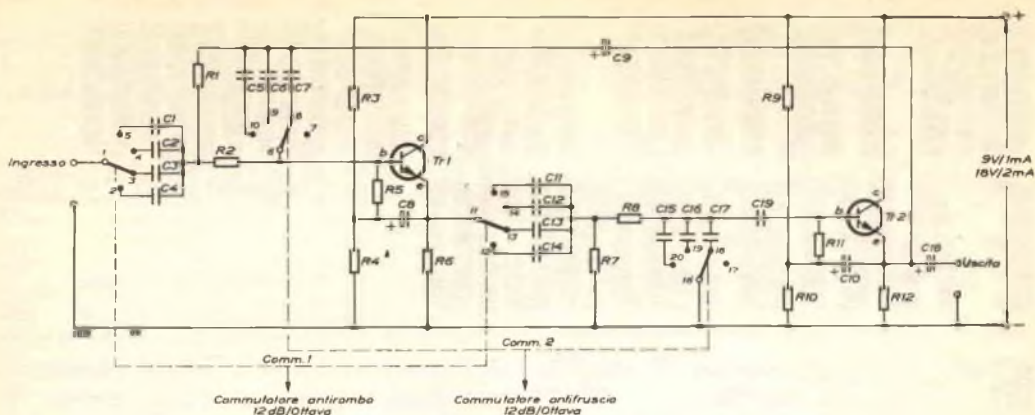
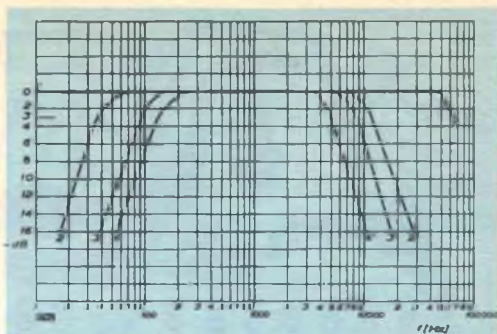

Fig. 1 - Schema elettrico del filtro antifruscio/antirombo.
Fig. 2 - Curve caratteristiche di risposta del filtro. A sinistra, sono indicate le curve di attenuazione antirombo; a destra quelle antifruscio.
Fig. 1 - Il circuito accoppiatore multiplo è stato progettato per fornire a più registratori segnali indipendenti con una sola sorgente di segnale. Un guasto in uno degli stadi non ha effetto sugli altri.
**Il circuito** - Come si vede nella fig. 1, l'accoppiatore audio multiplo è composto da uno stadio d'entrata con un solo FET e da tre (o più) stadi d'uscita con FET distinti, funzionanti come ripetitori d'emettitore. Quindi, non solo le linee d'uscita sono isolate tra loro, ma sono isolate tra loro anche l'entrata e le uscite.
Il modello 408 PC, condensatore di compensazione per montaggio orizzontale (fig. 1), ha un diametro di soli 5 mm ed una capacità minima assai bassa di soli 0,25 pF; gamma di capacità: 8 pF.
**Descrizione del circuito** - I due transistori impiegati sono elettricamente collegati in modo da presentare un ingresso con impedenza elevata ed un'uscita con impedenza bassa (fig. 1). Inoltre, la tensione di ingresso del filtro è uguale alla tensione di uscita e, di conseguenza, l'amplificazione è uguale a 1. Queste condizioni sono valide per tutta la gamma delle frequenze trasmesse solo quando il commutatore si trova nella posizione "lineare" (curva 1-1' di fig. 2). In questa posizione, quindi, non si ha né amplificazione né attenuazione delle frequenze della banda. Quando invece il commutatore viene commutato nelle posizioni "antifruscio" (curve 2', 3', 4' di fig. 2) oppure "antirombo" (curve 2, 3, 4 di fig. 2), l'amplificazione nella zona centrale della banda è ancora uguale a 1, mentre l'attenuazione oltre i punti a -3 dB aumenterà nella misura di 12 dB per ottava. Questa marcata attenuazione delle frequenze molto alte e di quelle molto basse, non interessando la porzione centrale delle frequenze trasmesse dal filtro, permetterà di ridurre od addirittura di eliminare tutti i fenomeni di fruscio ed i borbottii a cui abbiamo accennato in precedenza.
La tensione di alimentazione del filtro può andare dal valore di 9 V a quello di 18 V e dovrà essere collegata in corrispondenza dei punti indicati con + e - nello schema (fig. 1). L'assorbimento di corrente ammonta soltanto a 1 mA quando la tensione di alimentazione è di 9 V, ed a 2 mA quando la medesima ha il valore di 18 V. Per l'alimentazione del filtro possono essere impiegate batterie piatte da 4,5 V in numero da due a quattro, ovviamente collegate in serie, oppure l'alimentazione potrà essere prelevata dall'alimentatore del preamplificatore.
I valori di attenuazione ottenibili nelle quattro posizioni del commutatore "anti-rombo" sono i seguenti (parte sinistra della curva di fig. 2):
Posizione 2: collegamento di 1 con 3 e di 11 con 13 = attenuazione di 3 dB in corrispondenza di 35 Hz (curva 2 di fig. 2).
Posizione 3: collegamento di 1 con 4 e di 11 con 14 = attenuazione di 3 dB a 90 Hz (curva 3 di fig. 2).
Posizione 4: collegamento di 1 con 5 e di 11 con 15 = attenuazione di 3 dB a 120 Hz (curva 4 di fig. 2).
**Il commutatore antifruscio** - Il commutatore antifruscio deve svolgere una funzione analoga al commutatore antirombo; anch'esso è del tipo a 2 vie e 4 posizioni. In particolare, questo commutatore dovrà collegare in successione i contatti fissi 6 e 16 rispettivamente ai contatti mobili 7, 8, 9, 10 e 17, 18, 19, 20. I valori di attenuazione ottenibili in queste quattro posizioni sono i seguenti (curve di destra della *fig. 2*):
Posizione 1: collegamento di 6 con 7 e di 16 con 17 = nessuna attenuazione (curva 1-1' della *fig. 2*).
Posizione 2: collegamento di 6 con 8 e di 16 con 18 = attenuazione di 3 dB in corrispondenza di 12.000 Hz (curva 2' della *fig. 2*).
Posizione 3: collegamento di 6 con 9 e di 16 con 19 = attenuazione di 3 dB in corrispondenza di 8.500 Hz (curva 3' della *fig. 2*).
Posizione 4: collegamento di 6 con 10 e di 16 con 20 = attenuazione di 3 dB in corrispondenza di 5.000 Hz (curva 4' della *fig. 2*).